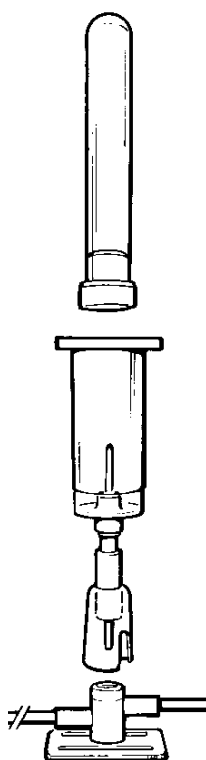

Figure 5 ■ Figure 5 ■ Abbildung 5 ■ Figura 5 ■ Figura 5 ■ Afbeelding 5 ■ Figur 5 ■ Figur 5 ■ Εικόνα 5 ■ Figura 5 ■ Obrázek 5
■ 5. ábra ■ Rysunek 5 ■ Obrázok 5 ■ Figur 5 ■ Kuva 5 ■ Фигура 5 ■ Figura 5 ■ Joonis 5 ■ 5 pav. ■ 5. attēls. ■ Şekil
5 ■ Рисунок 5 ■ Slika 5 ■ 图 5 ■ 圖 5 ■ 그림 5